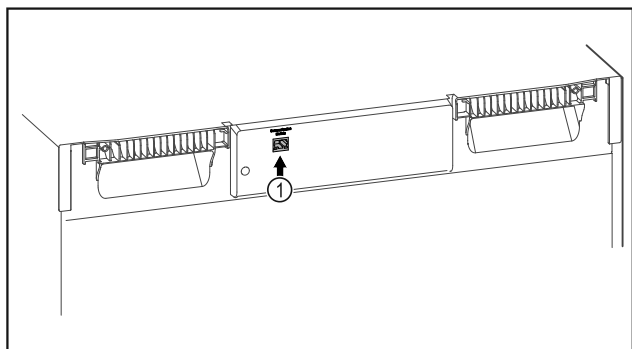

Fig. 83
- SmartModule Fig. 83 (1) naudojamas.